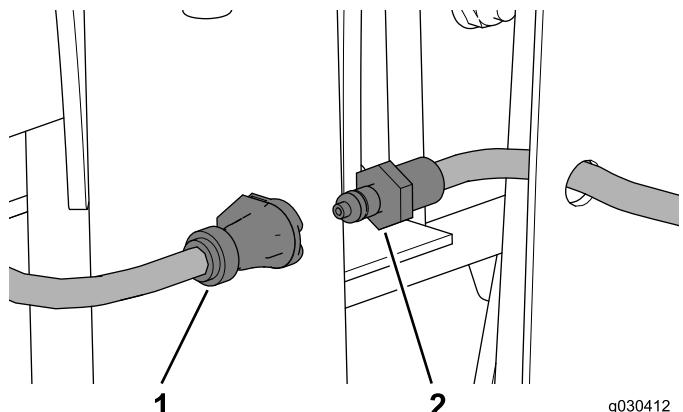

Figura 67
1. Desligue o tubo de lavagem (Figura 67).